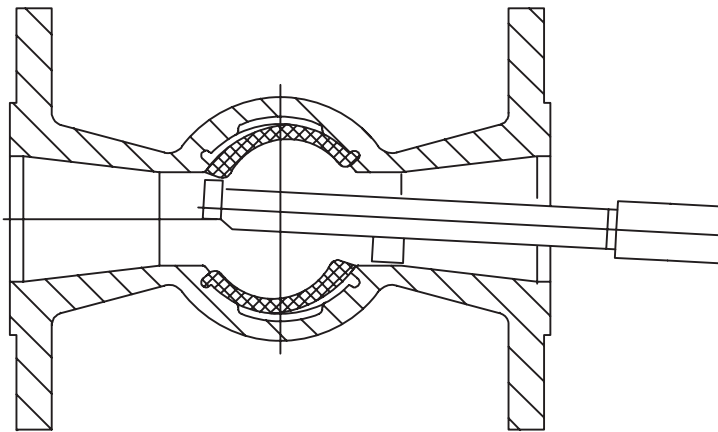

Abb. 5
5. Buchse ausrichten und einsetzen (Abb. 5)